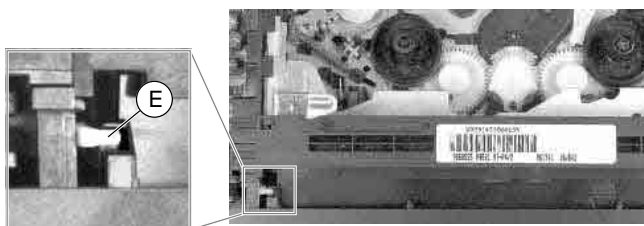

Fig. 5
**Remarque pour le remontage:** Lors du montage de la façade par-devant l'appareil, le volet du logement de cassette doit être poussé vers l'intérieur de sorte que le levier s'engage dans le guidage (Fig. 5) du volet de cassette.
**Note:** When attaching the front panel from the front to the video recorder press the cassette lid inwards so that the lever engages with the guide (Fig. 5) of the cassette lid.